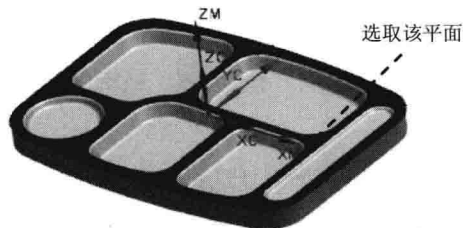
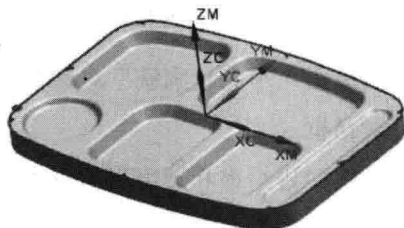

图 1.7 选取面
图 1.8 部件边界
(1) 在“平面轮廓铣”对话框的 **几何体** 区域中单击 按钮, 系统弹出“边界几何体”对话框。
(2) 在“边界几何体”对话框的 **面选择** 区域中选中 ☒ **忽略孔** 复选框, 然后在绘图区域选取图 1.7 所示的面, 系统自动生成图 1.8 所示的边界。